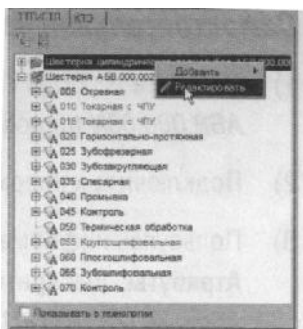

Рисунок 129
26. Установите курсор на именовании корневого элемента в дереве ТТП/ГТП (в нашем случае это Шестерня цилиндрическая прямозубая АБВ.000.00N) и выберите из контекстного меню (рис. 129) **Редактировать**.